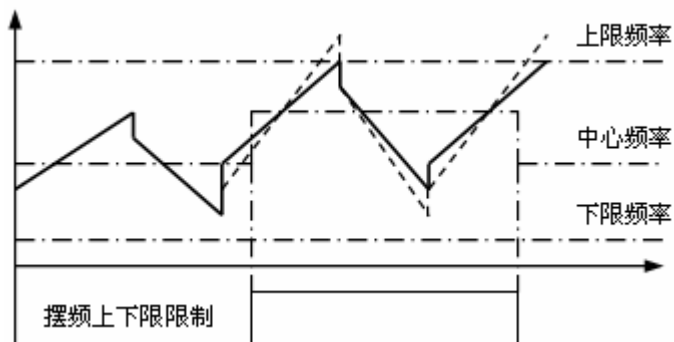

图 4-25 摆频上下限限制
**19: 摆频上下限限制.** 选择摆频功能后若以中心频率计算所得摆频的频率波动范围超过上限频率 P0.19 或低于下限频率 P0.20 时将输出指示信号。参见图 4-25 所示。